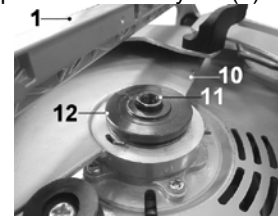

Рис.3.
- 7.1.1. Установите на шпindel (11) внутренний фланец (12), как показано на Рис. 3.